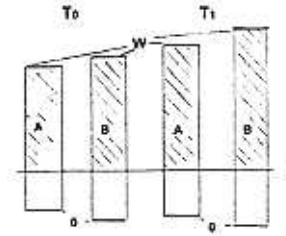

Abb. 4: Schematische Darstellung der Austrittsarbeiten W und der Fermienergie ζ für zwei Metalle (A,B) bei T_0 sowie ihre Temperaturabhängigkeit
1. Die Volta'sche Berührungsspannung ist proportional der Differenz der Austrittsarbeiten zweier Metalle $V_{Volta} = (W_A - W_B)/e$ (s. Abb. 4) .